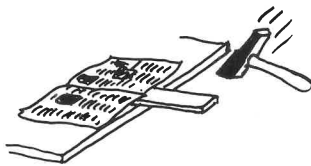

Fig. 31
e) I forsøget fig. 31, hvor hammeren kan erstattes af en knyttet hånd, vil pinden knække.